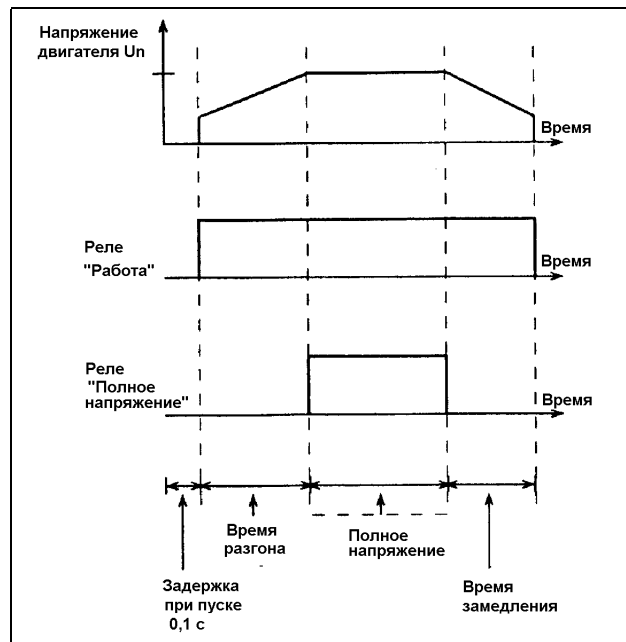

Рис. 5 Процесс пуска / останова и функции реле.
Прибор запускается и останавливается, как показано на рис. 5.
- Реле К1 используется для индикации работы. К1 замкнуто перед пуском и активируется внешним сигналом на клеммах 12-13 или командой пуска с клавиатуры (см. рис. 5). Это реле обычно используется для управления контактором двигателя.